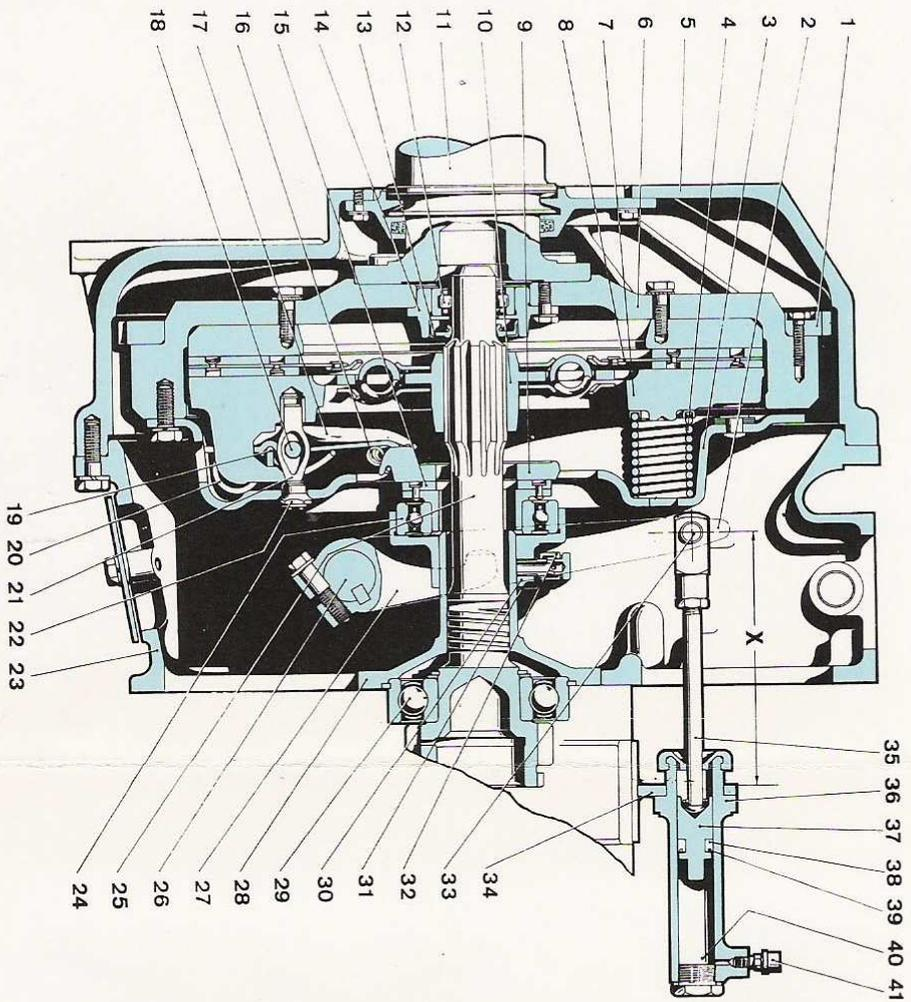

Fig. 4.1. - Embrague «BORG & BECK», de 14''
4.2 DESCRIPCION (fig. 4.1)
- Mando hidráulico:** Se efectúa mediante el pedal de embrague, un cilindro conductor o maestro y otro cilindro conducido o satélite (36). El esfuerzo aplicado al pedal pasa al cilindro conductor y se transmite por la presión del líquido hasta el cilindro satélite.
- Posición normal del embrague:** Se consigue por la presión de los muelles (4) que mantienen fuertemente sujeto el disco (8) entre el volante (6) y el plato de presión (7).
- Posición de desembrague:** En ella, por quedar el disco suelto y no comprimido entre el volante y el plato de presión, queda interrumpida la transmisión del par motor. En efecto, al pisar el pedal del embrague la presión resultante en la tubería hidráulica actúa sobre el cilindro satélite, el cual, por la palanca (2) y la horquilla de desembrague (27), empuja a su vez hacia adelante el conjunto del rodamiento de desembrague (24) y del plato de fricción (15), cuyo desplazamiento por el movimiento basculante de los cuatro balancines sobre unos pasadores levanta el plato de presión (7), quedando suelto el disco (8) y, por tanto, desembragado el acoplamiento.
- 2.º **Reposición de forros por desgaste:** Viene indicada por la posición de la palanca de desembrague con relación a un punto de referencia determinado por la distancia X (fig. 4.1) entre la cara del soporte del cilindro satélite y el centro del pasador de la palanca. Esta distancia, que con forros nuevos debe ser de 144 mm., con forros desgastados puede alcanzar 92 mm. **Nunca dejar que llegue a ser inferior a los citados 92 mm.** Cuando se acerca a este valor, renovar **los forros.**
El orificio de admisión (40, fig. 4.1) está conectado, por medio de un tubo, al adaptador y racor de salida del cilindro-maestro, de manera que la presión hidráulica formada en éste, al apretar el pedal de embrague, se transmite al cilindro satélite y, actuando a través del émbolo (37) y de la varilla de empuje (35), funciona la palanca de mando desembrague (2) para al fin poner en acción a éste.